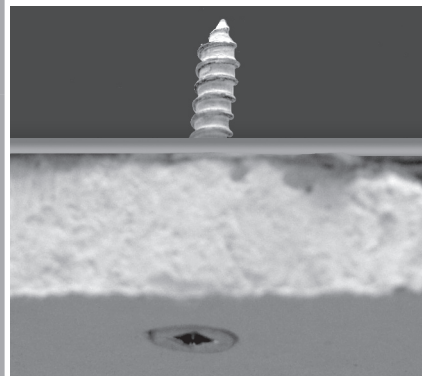

Fig. 5.6
- Vissez 3 vis dans les 3 trous de fixation du support afin de bien le fixer au plafond. Les têtes de vis ne doivent pas être enfoncées dans le plafond. (Fig. 5.6)
- Visser 2 vis dans les trous de fixation du support afin qu'il entre bien en contact avec le plafond (Fig. 5.5). Les têtes de vis ne doivent pas être enfoncées dans le plafond. (Fig. 5.6)